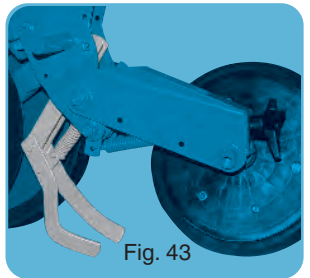

Fig. 43
- Flexible scrapers (fig. 43).
- Raclae flexibile (fig. 43).
- Elastyczne zagarniacze (fig. 43).
- Стъргалки с пружина (fig. 43).